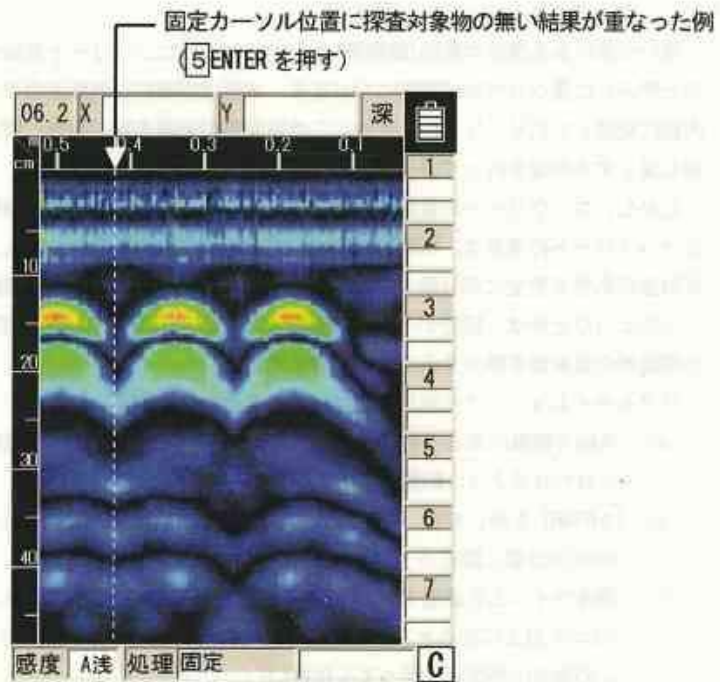

図3-9 リアルタイムマニュアル減算処理の実施
- Bモード表示の固定カーソル位置(図3-9参照)は、本器の後端部を示しており、探査中の鉄筋位置判読に利用することもできます。
- d) 固定カーソル位置に探査対象物の無い結果が重なった時、**[5]** ENTER を押します。(図3-9参照)